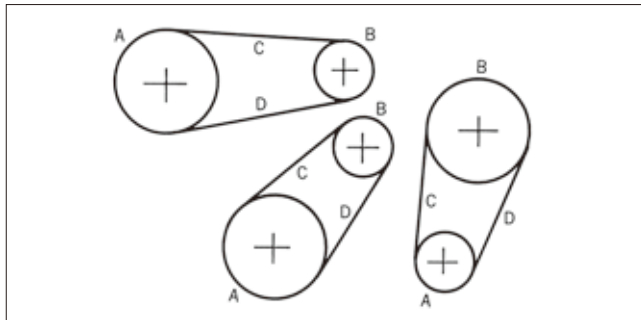

図 14. チェーンをエンドレスに継ぐ位置
- 1) ローラチェーンをスプロケットに巻付けて、両端の内リンクを A または B の位置でスプロケットの歯に噛み合わせます。（図 14）このとき大きなローラチェーンの場合はチェーンの両端をワイヤで引き寄せて落下を防止してください。